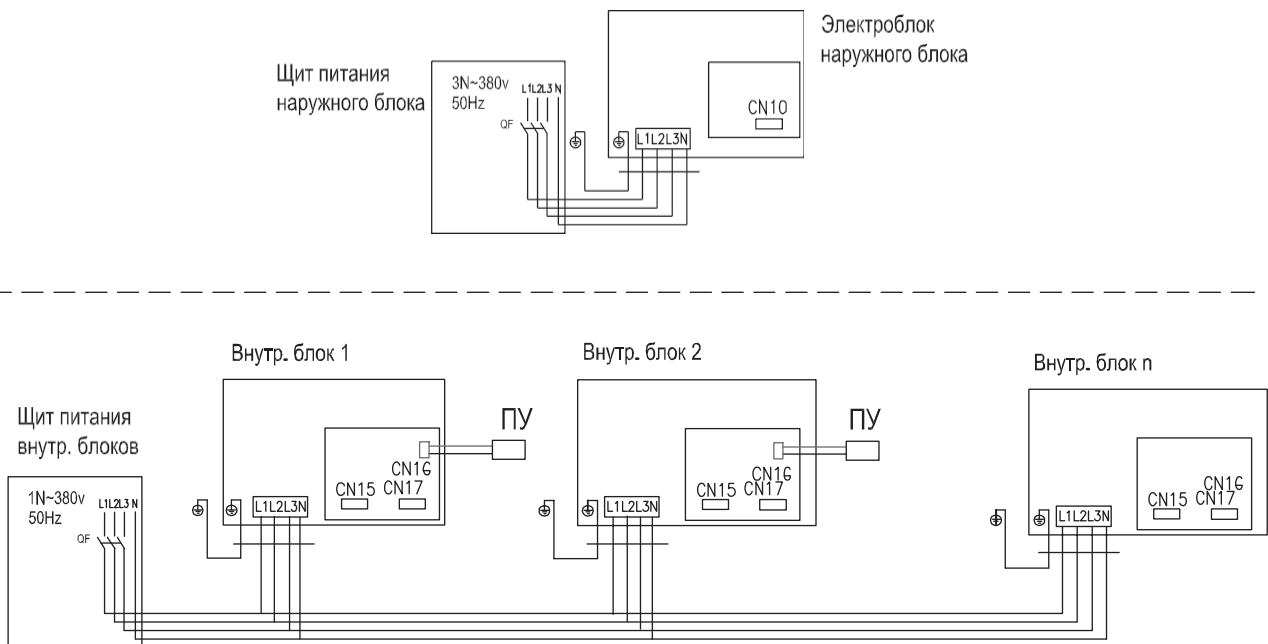

Рис. 8.3
8.10.2 Второй — подключение внешнего блока и всех внутренних к разным щиткам электропитания (см. рис. 8.3).